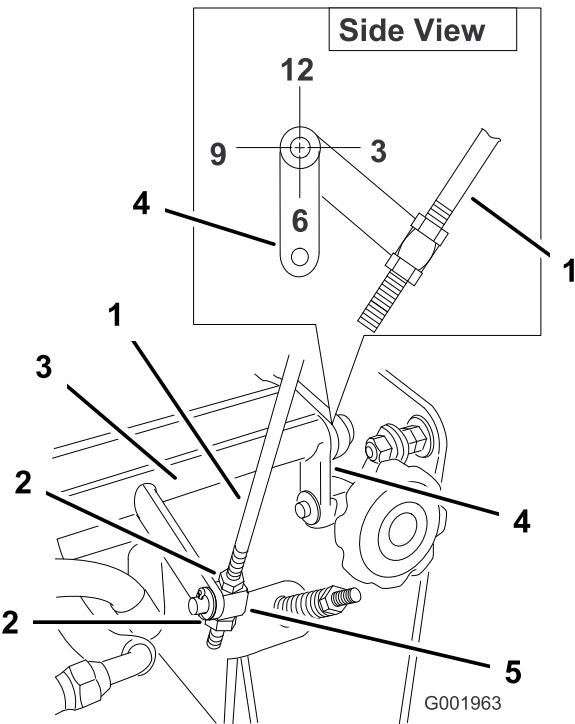

Figure 44
- Vérifiez l'orientation des languettes aux extrémités de la manivelle de commande de vitesse. Ces languettes doivent être dirigées vers le bas, à la position 6 heures approximativement (Figure 44).
- Si un réglage est nécessaire, desserrez les écrous de chaque côté du pivot sur la tige de commande de vitesse (Figure 44).
- Réglez le pivot jusqu'à ce que les languettes soient positionnées à 6 heures (Figure 44).
- Serrez les écrous de chaque côté du pivot (Figure 44).
10. Le cas échéant, réglez le pivot sur la tige de commande de vitesse au centre de la course du levier (Figure 44).